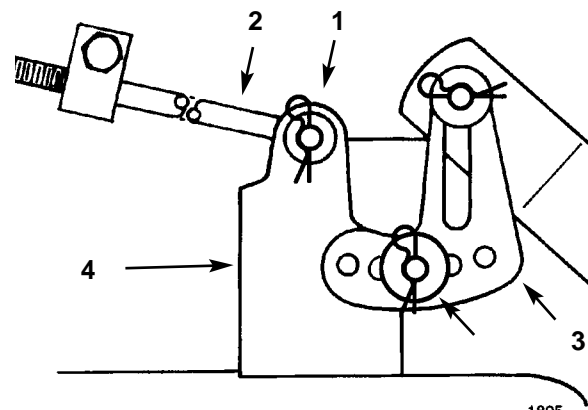

Fig. 45
7. Inserire il capo dell'asta lunga nel foro dell'attacco del tosaerba (Fig. 45) e fissare l'asta montando la rondella e la coppiglia a forcina. Ripetere questa operazione dall'altro lato del tosaerba.
8. Montare la staffa ad asola di livellamento del tosaerba sulla spina della leva dell'altezza di taglio (Fig. 45), quindi la rondella e la coppiglia a forcina per fissare il tosaerba. Ripetere questa operazione dall'altro lato del tosaerba.